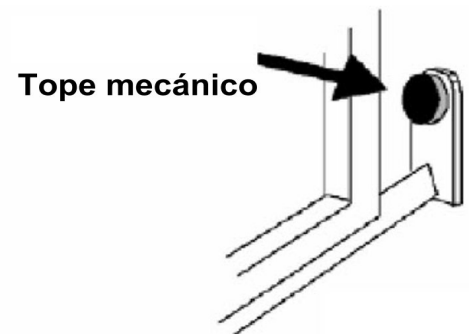
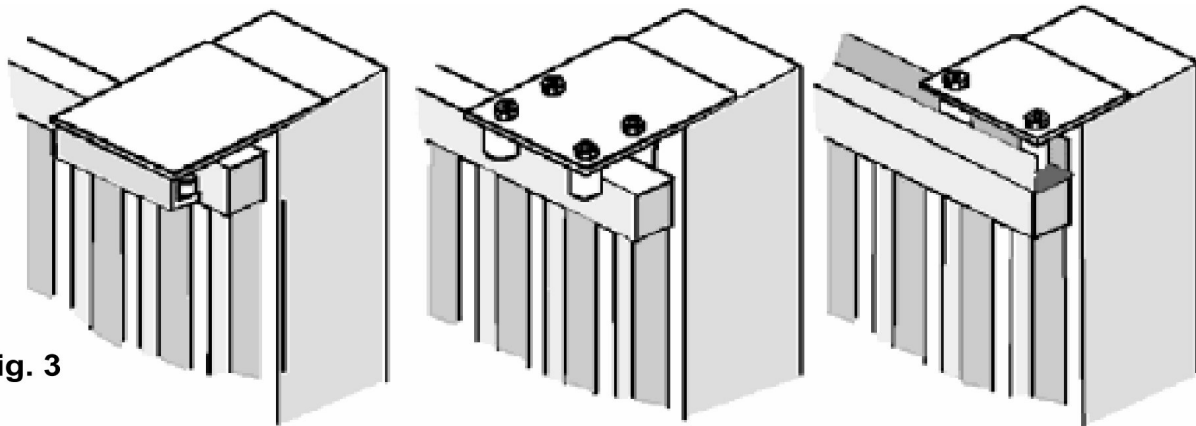

Fig. 2
Fig. 3
- Antes de proceder al montaje del automatismo controlar el buen funcionamiento de la cancela. Asimismo es conveniente verificar que la guía de desplazamiento a tierra (**Fig. 1**) no presente malformaciones, que se encuentre perfectamente nivelada y que el tope mecánico en apertura esté presente (**Fig. 2**), para evitar que la cancela salga de las guías superiores (**Fig. 3**).
- Verificar que la guía de desplazamiento superior (**Fig. 3**) esté fijada firmemente y que la cancela se desplace libremente.